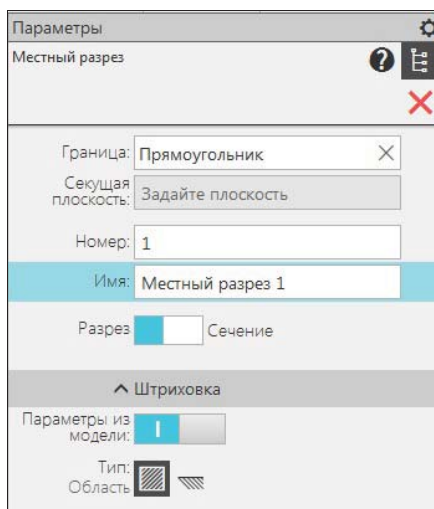

Рис. 24.9. Панель Параметры: Местный разрез
- ◆ подведите "ловушку" мыши к **замкнутой** кривой (она станет красной) и щелкните ЛК. Появится панель **Параметры: Местный разрез** (рис. 24.9), где задайте такие настройки: